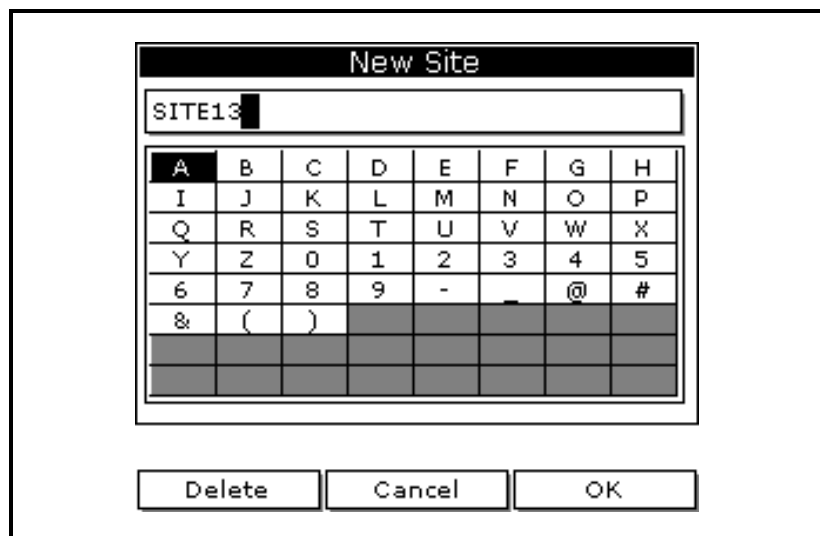

Figura 4-1: Ventana de introducción del nombre para New Site
1. Use la tecla de flecha para desplazarse a **New** y pulse [ENTER]. La pantalla se parece a la Figura 4-1 a continuación.